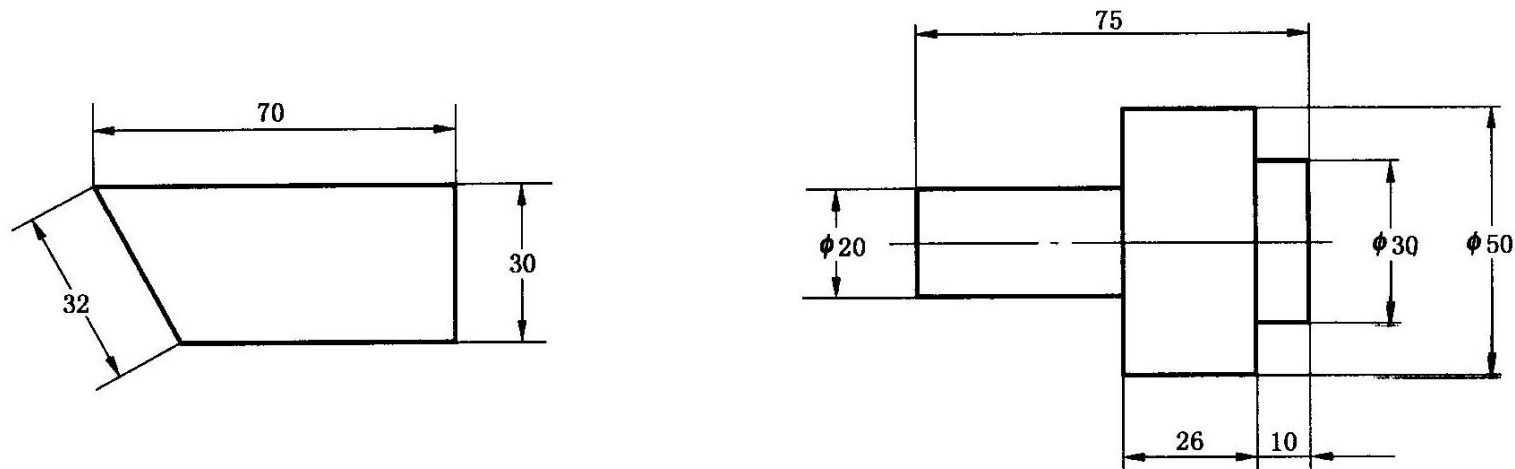

图1-18 非水平方向的尺寸注法
**方法2:** 对于非水平方向的尺寸, 其数字可水平地注写在尺寸线的中断处, 如图1-18所示。